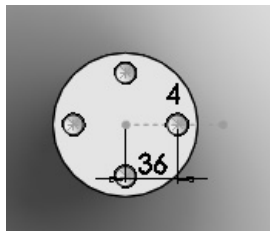

图 4-32 创建孔操作
STEP 14 单击“特征”工具栏中的“异型孔向导”按钮, 创建“ISO”标准的“螺纹孔”，大小为 M16，终止条件等使用系统默认值，通过添加约束定义孔的位置(效果如图 4-32 所示)，完成叶轮的创建。